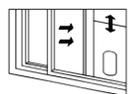

Fig.3
1) Ouvrez à moitié la fenêtre et montez l'assemblage de la plaque d'étanchéité de la fenêtre sur la fenêtre (comme indiqué sur la Fig.2 et la Fig.3) ; l'assemblage peut être placé dans le sens horizontal et vertical.